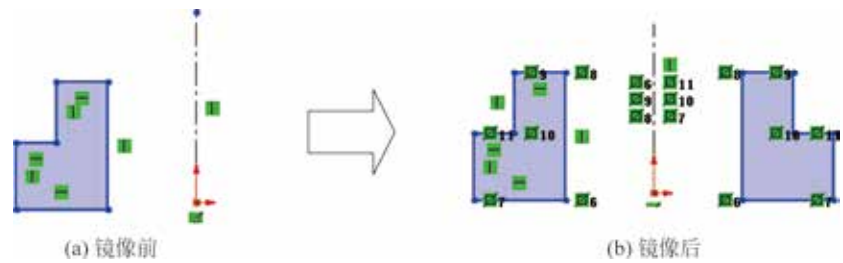

图 3.24 图元镜像
图元的镜像主要用来将所选择的源对象相对于某个镜像中心线进行对称复制，从而得到源对象的一个副本。图元镜像可以保留源对象，也可以不保留源对象。下面以图 3.24 为例，介绍图元镜像的一般操作过程。
- 步骤 3 定义要镜像的草图图元。在系统 **选择要镜像的实体** 的提示下，在图形区框选要镜像的草图图元，如图 3.24 (a) 所示。
- 步骤 4 定义镜像中心线。在“镜像”对话框中单击激活“镜像轴”区域的文本框，然后在系统 **选择镜像所绕的线或线性模型边线或平面实体** 的提示下，选取如图 3.24 (a) 所示的竖直中心线
步骤 5 结束操作。单击“镜像”对话框中的  按钮，完成镜像操作，效果如图 3.24 (b) 所示。